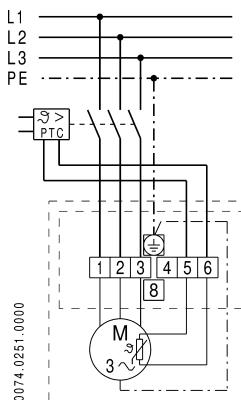

Bild 2: Anslutnings-kopplingsbild
Vid leverans är fläkten kopplad så att den avger största möjliga matningsprestanda efter att den har anslutits till nätet enligt beskrivningen i anslutningskopplingsbilden (bild 2). Vid standardversionen resulterar detta i de rotations- och matningsriktningar som anges i tab. 2.
- Transportrikningen kan skiftas om. För detta ändamål ska, avvikande från bild 2, nätedningarna L2 anslutas till anslutning 1 och L1 till anslutning 2 (yterledarna skiftas om) (bild 2). Beakta dock